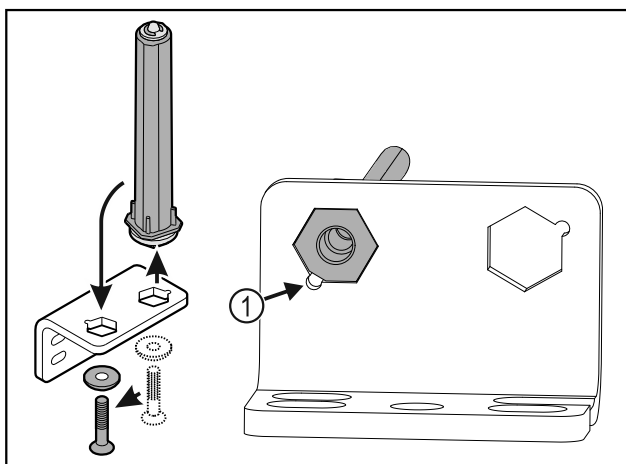

Fig. 37
- Darauf achten, dass beim Einsetzen die Bolzenabschrägung Fig. 37 (1) zum runden Loch zeigt.